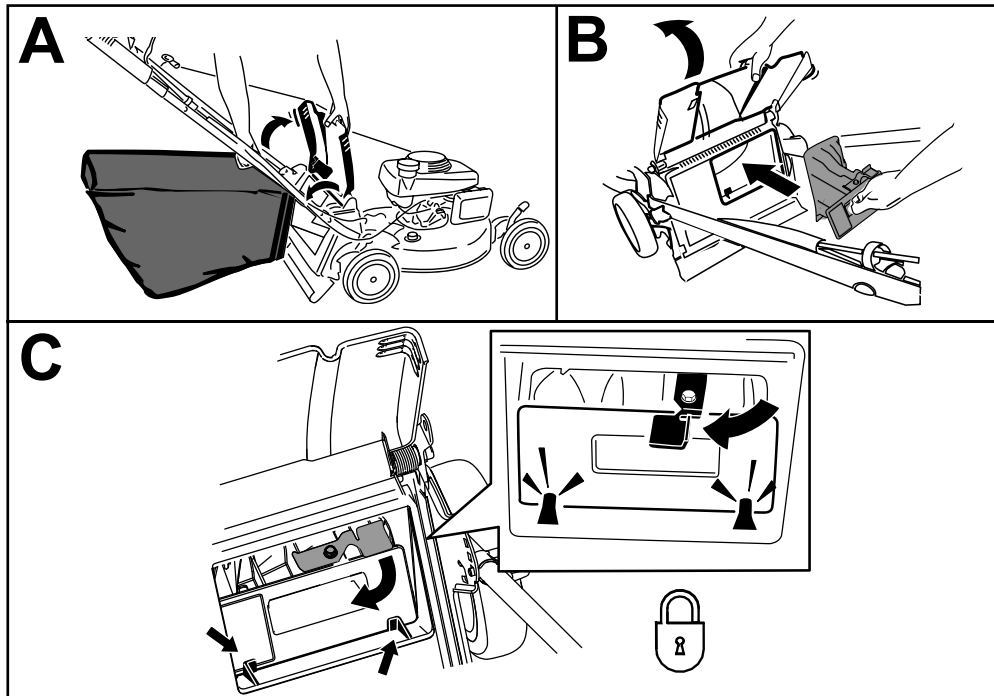
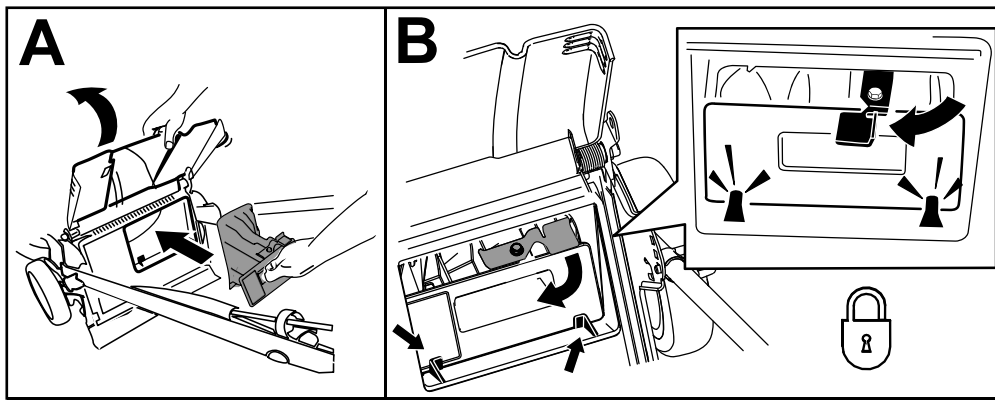

Figure 18
Figure 19
1. Relevez et maintenez le déflecteur arrière dans cette position, puis soulevez le bac à herbe par la poignée pour le dégager des crans des supports de poignée (encadré A de la Figure 18).
2. Installez l'obturateur arrière (encadré B de la Figure 18).
**Important:** Vérifiez que l'obturateur arrière est verrouillé en place. Pour verrouiller l'obturateur, appuyez fermement dessus jusqu'à ce qu'il s'enclenche en position derrière les pattes, et tournez le levier situé sur l'obturateur vers la gauche (encadré C de la Figure 18).
**Important:** Vérifiez que l'obturateur arrière est verrouillé en place. Pour verrouiller l'obturateur, relevez le déflecteur arrière (Figure 19), appuyez fermement sur l'obturateur jusqu'à ce qu'il s'enclenche en position derrière les pattes, et tournez le levier situé sur l'obturateur vers la gauche (Figure 18).